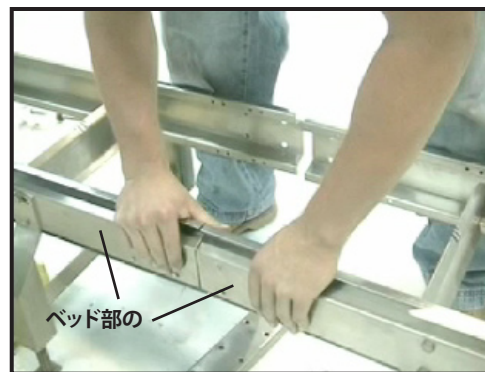

図4:ベッド部の結合側の端を近づけ
- ベッド部の結合側の端を近づけ、両面について側部フレームの位置合わせを行います(図4)。